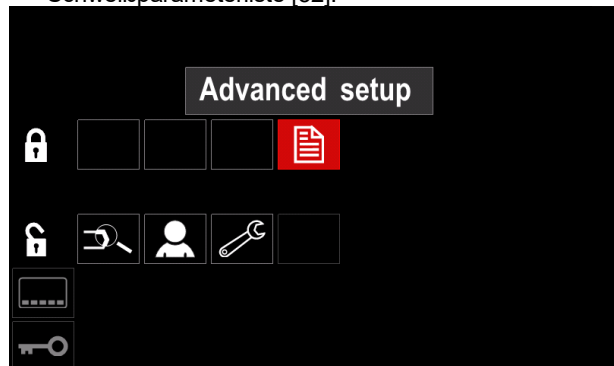

Abbildung 55
- Betätigen Sie den rechten Regler [44]. Das Symbol des gewählten Parameters verschwindet aus dem unteren Teil des Displays (Abbildung 55). Dieser Parameter verschwindet auch aus der Schweißparameterliste [52].